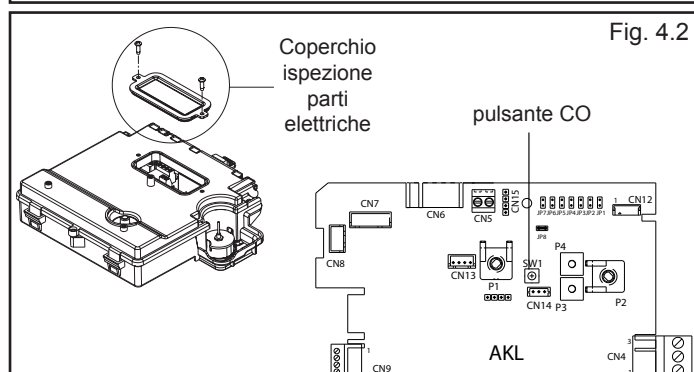

Fig. 4.2
- premere il pulsante CO (fig. 4.2).